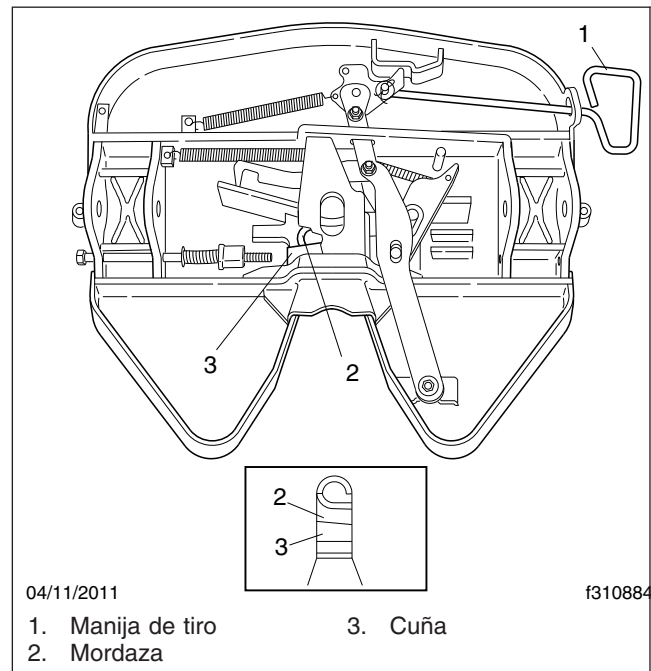

Figura 6, Quinta rueda Fontaine
3. Lubrique la quinta rueda antes de abrirla y cerrarla. Separe la mordaza y la cuña con un destornillador, y engrase todo el largo de sus superficies de contacto. Lubrique las superficies de contacto superior e inferior de la mordaza y de la cuña. Vea la **Figura 6**. Abra y cierre la quinta rueda varias veces para distribuir aún más la grasa.